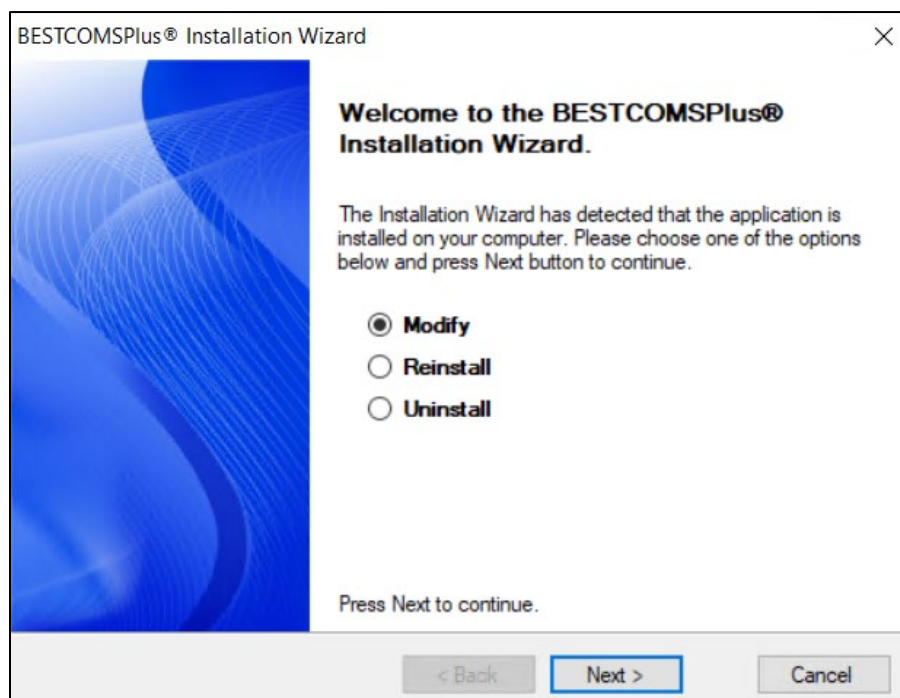
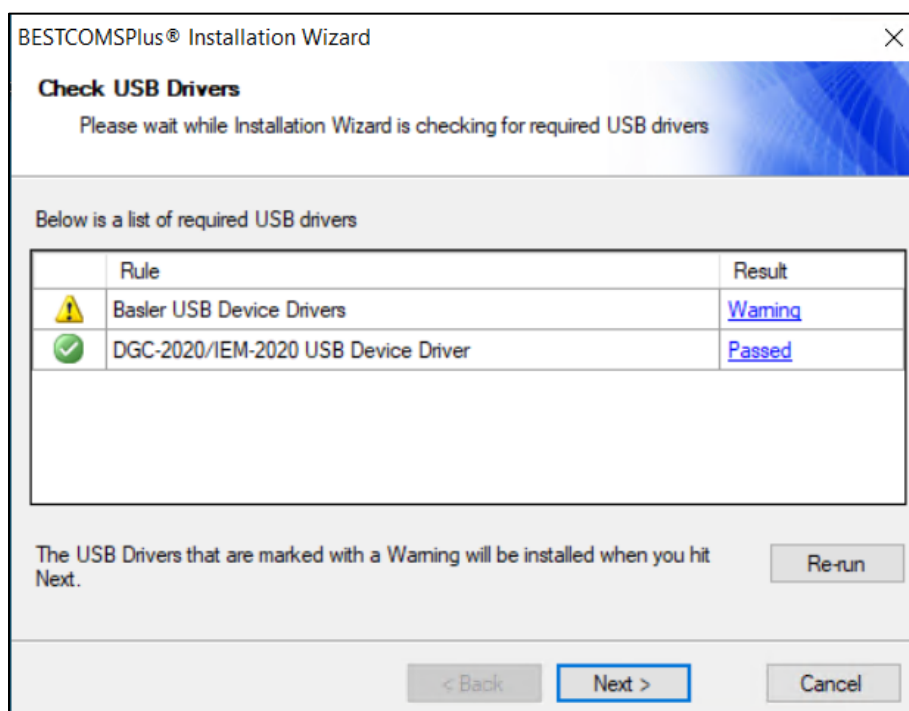

Figura 64-1. Asistente de instalación BESTCOMSPPlus
Figura 64-2. Compruebe la pantalla de los controladores USB
Paso 1. Cierre todos los programas y reinicie el equipo. Ejecute el instalador BESTCOMSPPlus y seleccione Modificar para completar la instalación. Consulte la Figura 64-1 y la Figura 64-2.